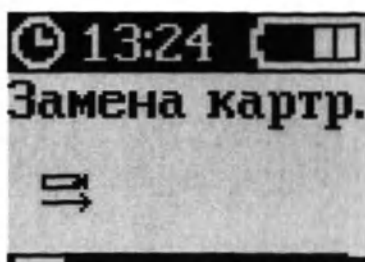

Рисунок 45 – Экран «ЗАМЕНА КАРТР.»
7. Кнопками «ВВЕРХ» и (или) «ВНИЗ» выбрать пункт меню «ЗАМЕНА КАРТР.» (рисунок 45).